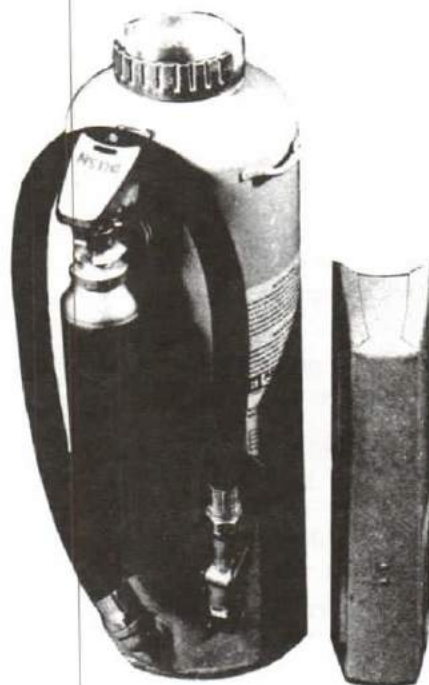

Figure 8-59
5. Dry Chemical Extinguisher - These are available in a variety of sizes, the most common being 20 pound and 30 pound. The extinguishing agent is potassium bicarbonate powder. See Figure 8-59.
5. L'extincteur à poudre sèche. Il en existe plusieurs modèles dont les plus courants sont ceux de 20 et de 30 livres. L'agent d'extinction est le bicarbonate de potassium en poudre (voir la figure 8-59).